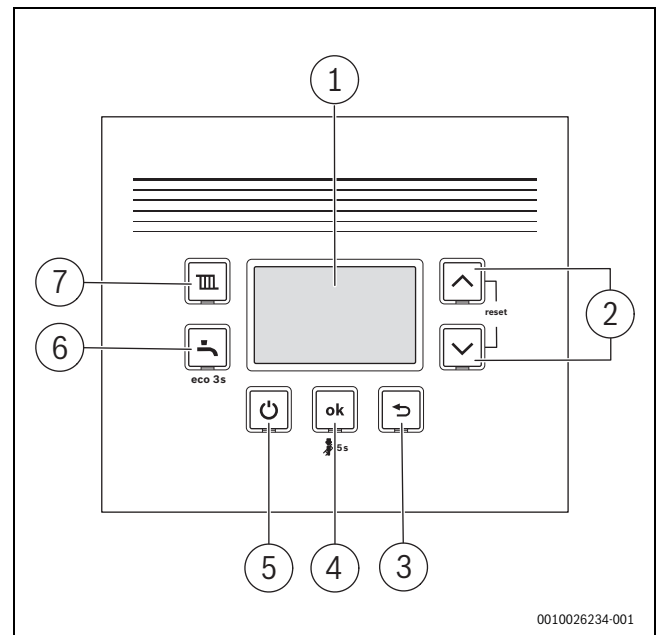

Bild 4 Bedienfeldübersicht
- ▶ Im normalen Betrieb Gerät mit der Taste \odot (\rightarrow Bild 4, [5]) ein-/ausschalten.